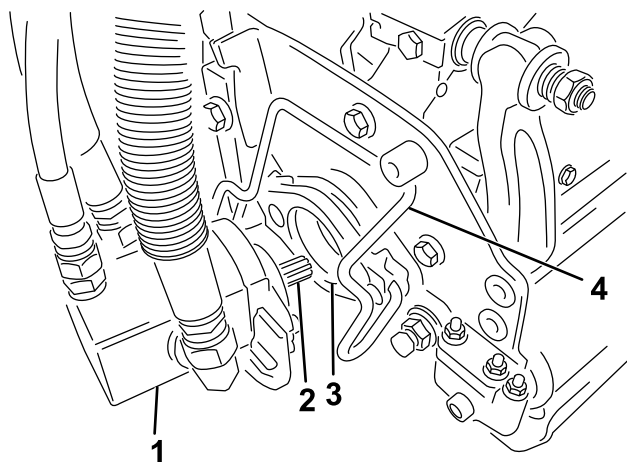

Figura 34
5. Revista o veio estriado do motor da unidade de corte com massa lubrificante limpa (Figura 34).
corte na direção do motor até ouvir um “clique” de ambos os lados do motor (Figura 34).